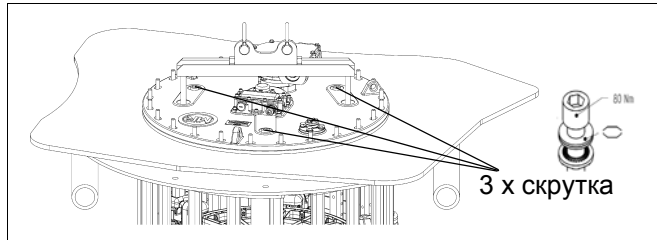

рис. 78 Прикрутите головку к устройству ПБВ.
3) Прикрутите головку к устройству ПБВ сначала 3 болтами (M16 x 60 включая стопорные элементы, $Md = 80+10$ Нм, **рис. 78**).